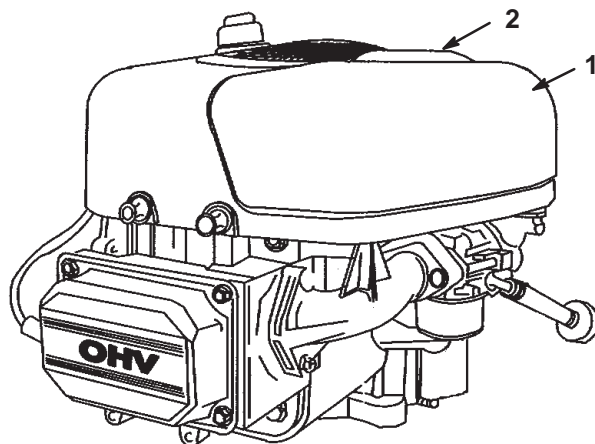

Bild 30
2. Ziehen Sie den Griff an der Luftfilterabdeckung hoch und drehen Sie ihn in Richtung des Motors (Bild 30).